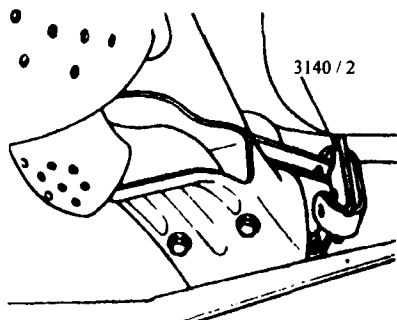

图 1-4 排气尾管弹簧夹拆卸工具
警告: 在一些车型中, 拆卸和安装排气管和排气歧管之间的弹簧夹时需要专用工具 VW3140/1 和 VW3140/2 (见图 1-4), 或相应其它工具。该工具是一套不同尺寸的楔状物, 用它可以逐步将弹簧夹打开。安装好的弹簧夹具有较大的张力, 若不进行适当拆卸易造成伤害。带有楔状物的弹簧夹张力很大, 在操作时须特别小心。
4) 把排气尾管推向一边, 以撑大弹簧夹, 将楔形工具插入弹簧夹 (见图 1-4)。